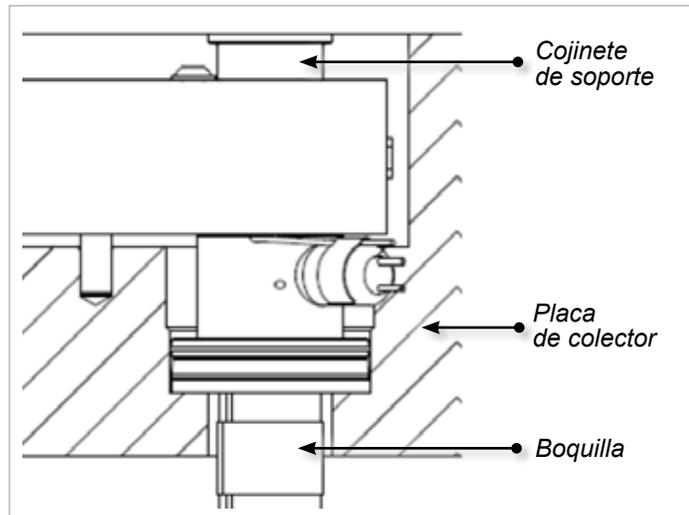

Figura 5-35 Cojinetes de soporte en sistemas MasterSHIELD
3. Utilice una clavija para instalar todos los cojinetes de soporte en el colector. Consulte la Figura 5-35.